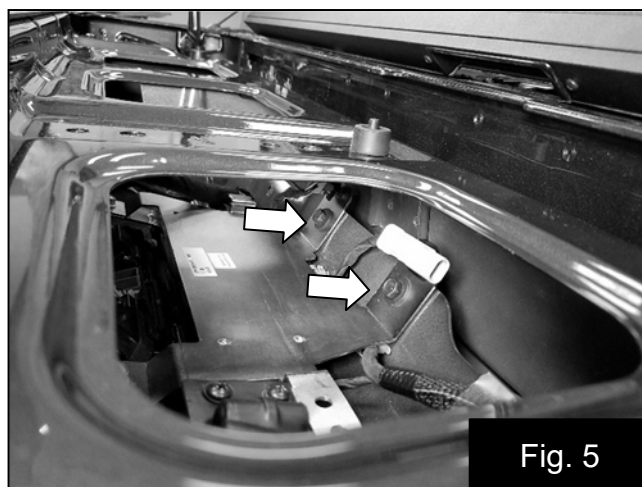

Fig. 5
7. Installez le support de fixation de l'amplificateur par la droite de l'orifice central et fixez-le avec les boulons de la poignée du hayon et les deux boulons fournis. Fig. 5
7. Instale el soporte de montaje del amplificador a través del lado derecho del orificio central y asegúrelo con los pernos de la manija de la compuerta trasera y los dos pernos suministrados. (Imagen 5)